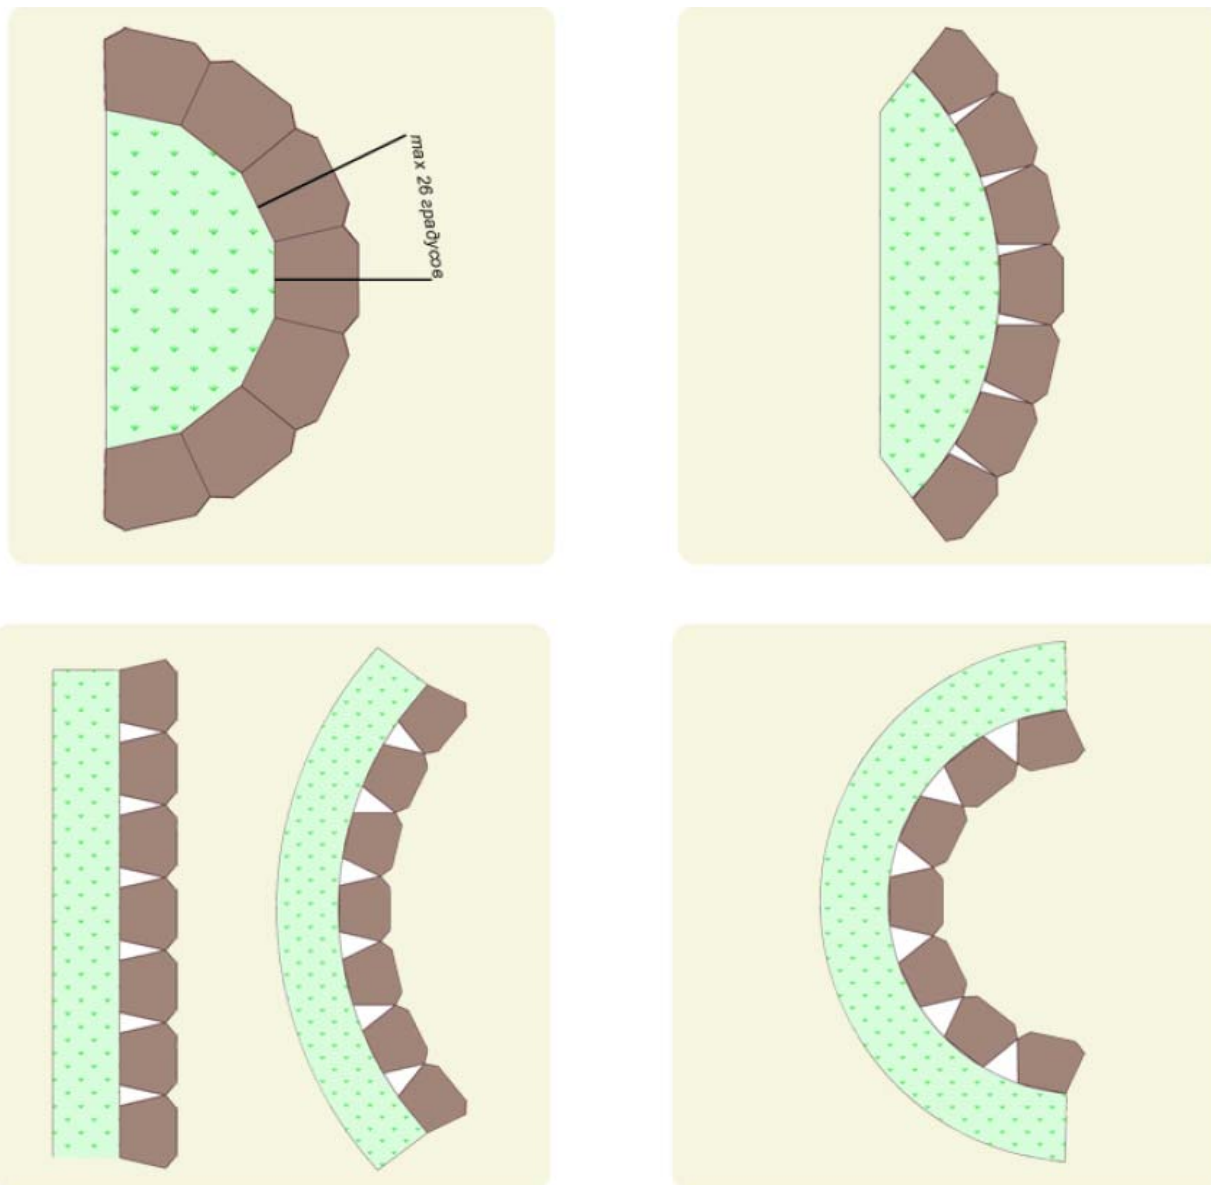

Рис. 3.7. Возможные радиусы поворота подпорной стенки.
3.13 Конструкция Подпорного камня позволяет выполнять подпорную стенку с плавными поворотами и изгибами в любом направлении. Такой способ кладки повышает не только декоративные, но и прочностные свойства готовой конструкции. Схематичное изображение возможных радиусов поворота подпорной стенки показано на Рис. 3.7.